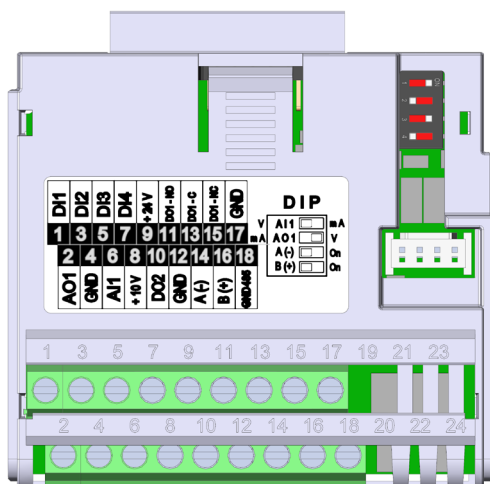

Рисунок 20.1: Подключаемый модуль CFW500-IOS
Подключаемый модуль CFW500-IOS имеет только интерфейс «Последовательный (1)», подключенный к порту RS-485 через контакты 14 (A-) и 16 (B+), см. Рисунок 20.1 на странице 20-1. См. также: GND485 на клемме 18 изолирован от GND на клеммах 17 и 4.